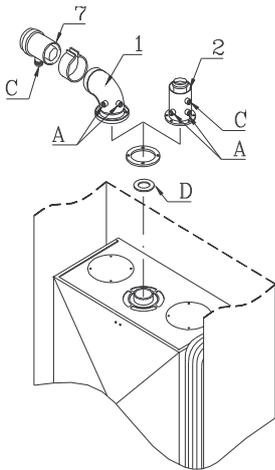

Fig.8
Il sistema a "condotti coassiali orizzontali" necessita di un collettore a gomito di raccordo (1), mentre per un'esecuzione "coassiale verticale" si dovrà installare il collettore dritto di raccordo (2). Fig.8